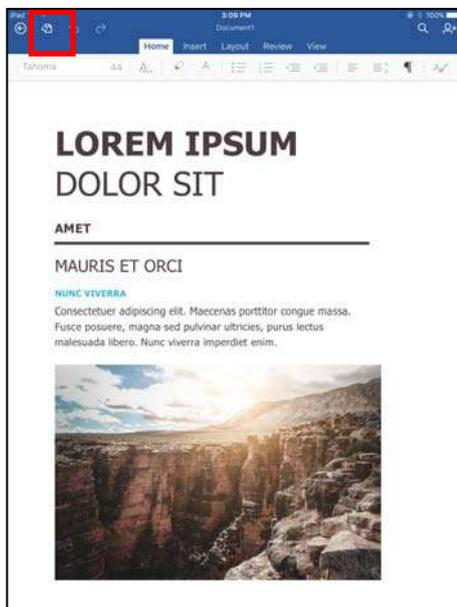

Figura 39
2.3 Haga clic en el icono de menú en la parte superior izquierda de “Word” (Figura 39).